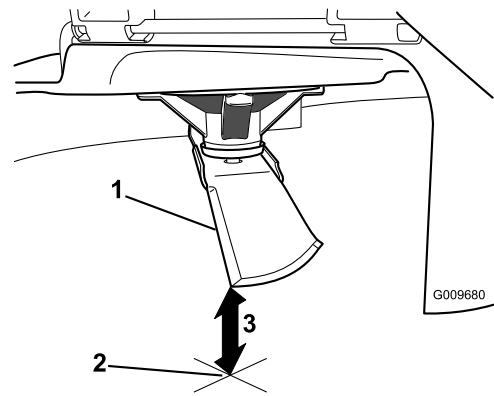

Figure 47
3. Mesurez la distance entre la pointe de la lame et la surface plane (Figure 47).